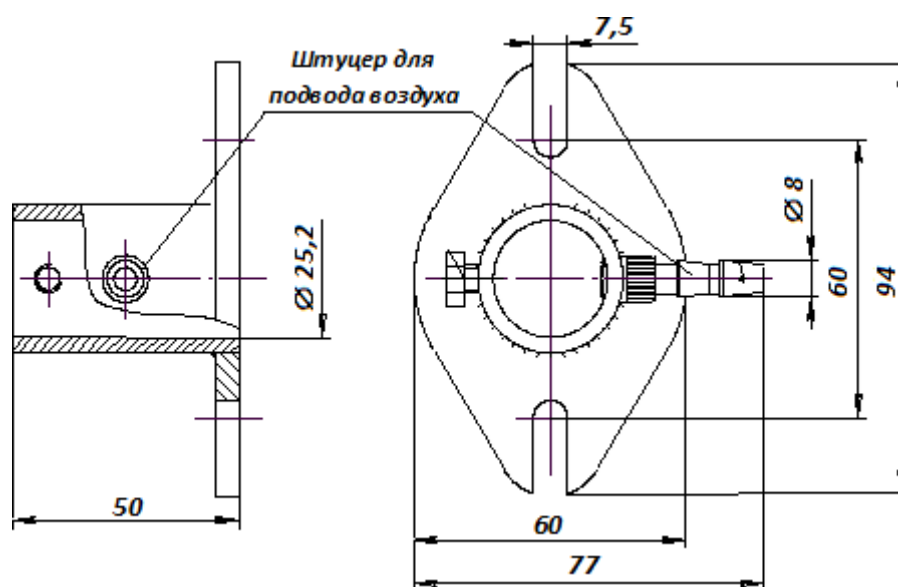

Рис. 4 Фланец монтажный
12.11. Механическое крепление фотодатчика на объекте возможно на любой плоскости монтажным фланцем с обдувом воздухом Рис.4, с помощью винтов и гаек М5 или иным способом, используя установочный размер $\varnothing 25$ (см. Рис.2).